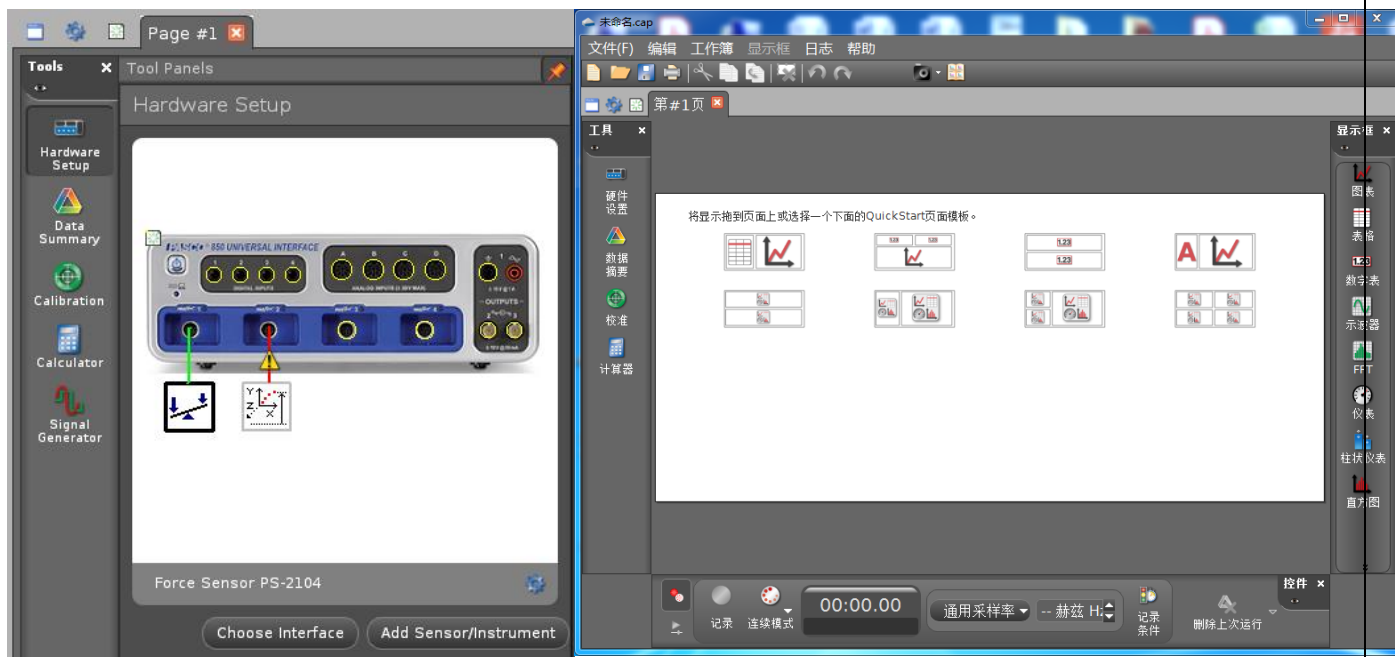

图4 Capstone 软件主界面
(1) 将 850 背后插上电源。用 USB 线将接口背面的插口与计算机相连，在主面板的左上方按一下开关，这时 850 接口前面板上绿色的电源指示灯点亮。
(2) 双击计算机桌面上的 Capstone 图标，进入控制软件。计算机自动检测到 850 接口，提示设备已准备好，可以进行实验了。主控程序界面如图 4 所示。
(3) 将要使用的传感器接入 850 接口的 pasport 端口、模拟端口或数字端口。传感器会自动识别或者在传感器列表中选择相应的传感器图标，单击鼠标左键并将图标拖放至相应的端口。这时，传感器的图标就显示在端口的附近，并通过一绿线与端口相连，如果是红色线和感叹号出现的话代表传感器和 850 接口连接不成功。
(4) 双击传感器的图标，弹出传感器参数设置窗口，按实验具体要求更改参数后点击“确定”。则数据采集系统设置完毕。每种传感器的参数都不尽相同，设置前需查阅说明书。(5) 将传感器连